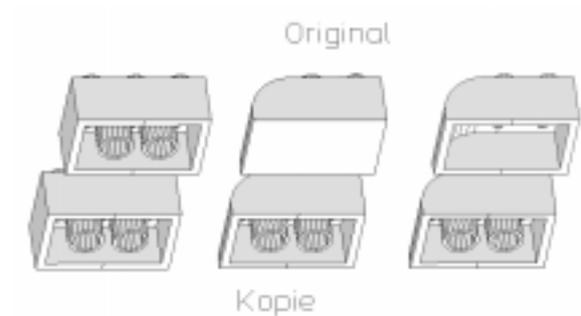

Abbildung 45 : Ansicht von unten
6. **[OK]** anklicken. Der Baustein *2x3hoch* ist wieder ein massiver Klotz mit Knöpfen. (Abb. 45)